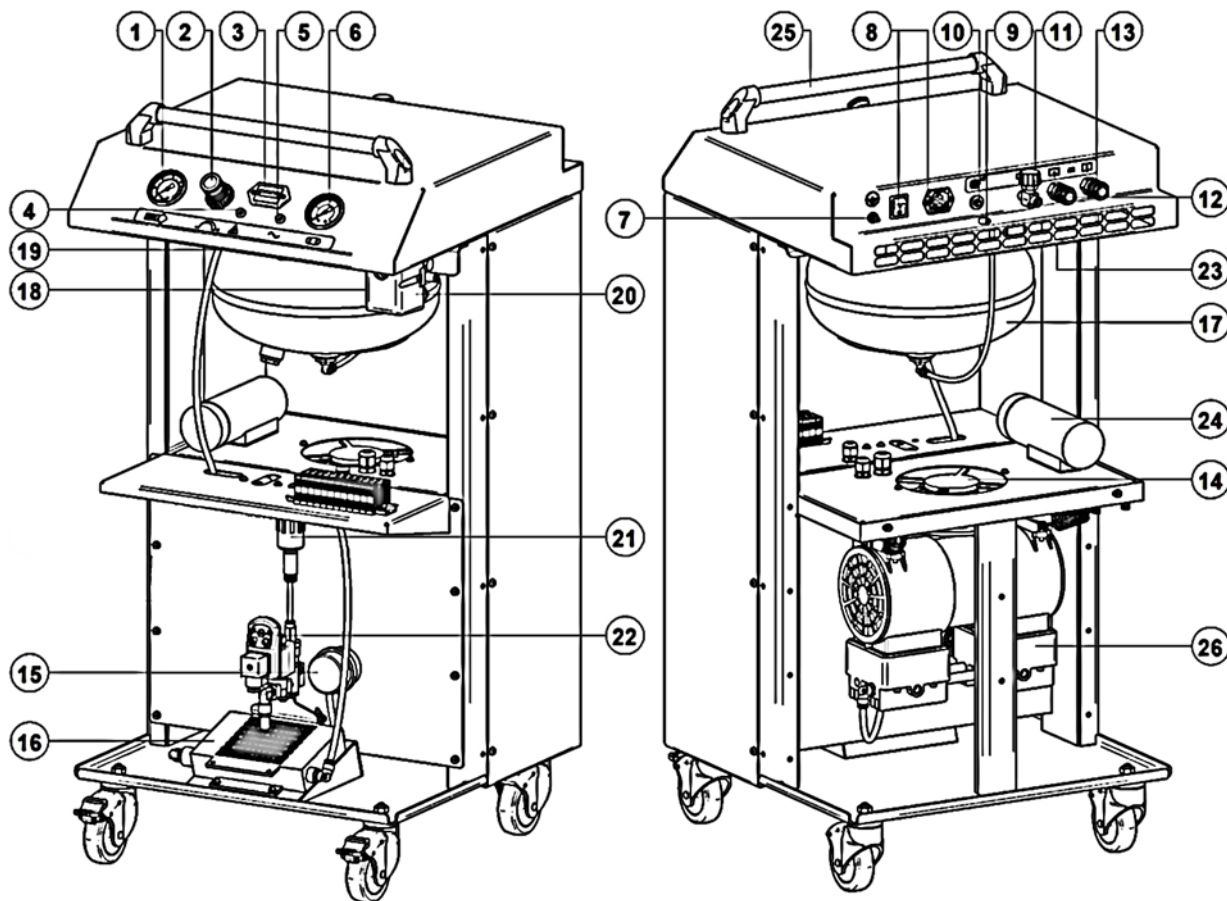
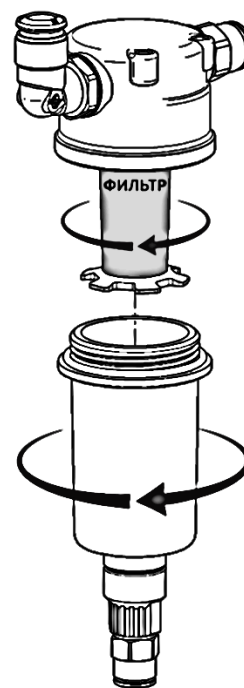

Рисунок 6 - Общий вид компрессора
Рисунок 9
В зависимости от условий эксплуатации, но не реже чем через 100 ч работы или раз в месяц проверяйте всасывающий воздушный фильтр **15** (рисунок 6), при необходимости очистите фильтрующий элемент:
- Выверните фильтр **15** (рисунок 6);
- Выверните колбу фильтра-влажнителя **21** (рисунок 6) против часовой стрелки (рисунок 9);